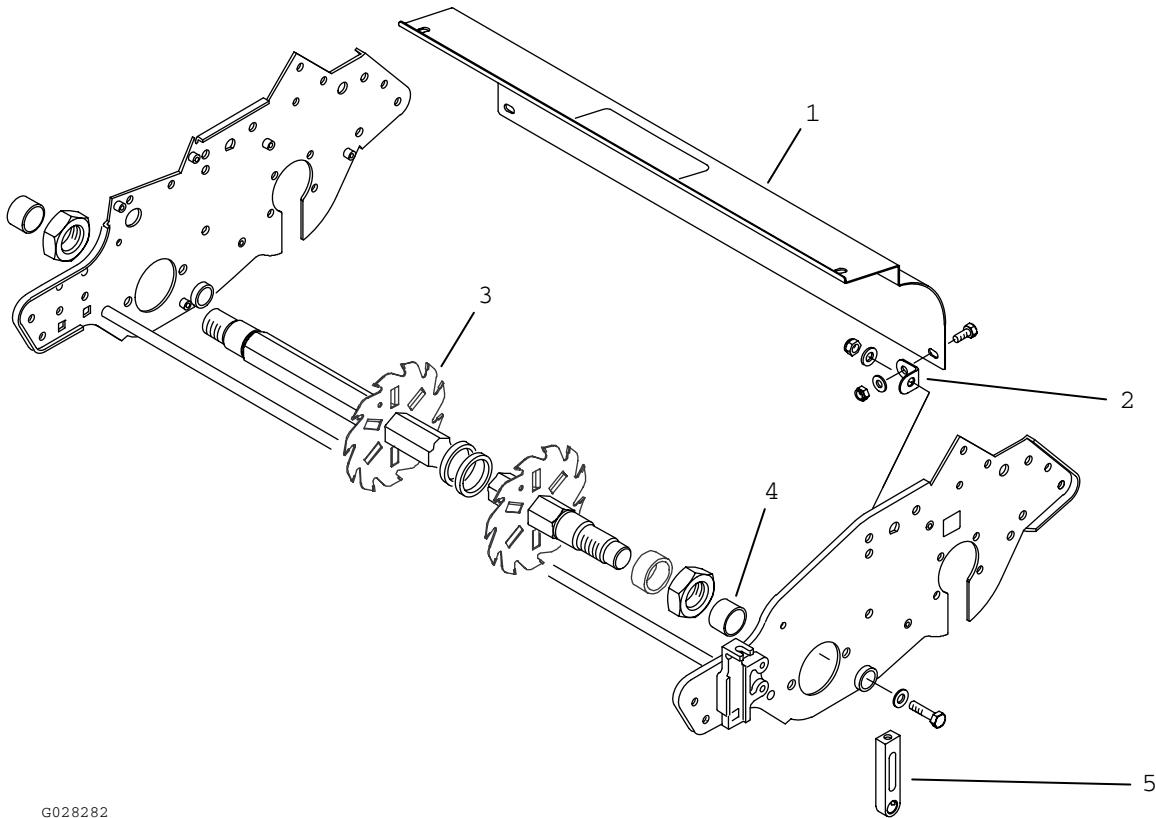

Figure 3
2. Montez un support à chaque extrémité du nouveau déflecteur d'herbe en serrant légèrement une vis d'assemblage (5/8 po), une rondelle plate et un contre-écrou, comme montré à la Figure 3.
3. Montez les supports de déflecteur sur chaque plaque latérale de la tondeuse, en insérant dans le trou de pivot de la barre d'appui une vis d'assemblage (1-1/4 po), 2 rondelles plates et un contre-écrou, comme montré à la Figure 3.
2. Insérez un joint-entretoise sur chaque extrémité de l'arbre de cylindre (Figure 3).